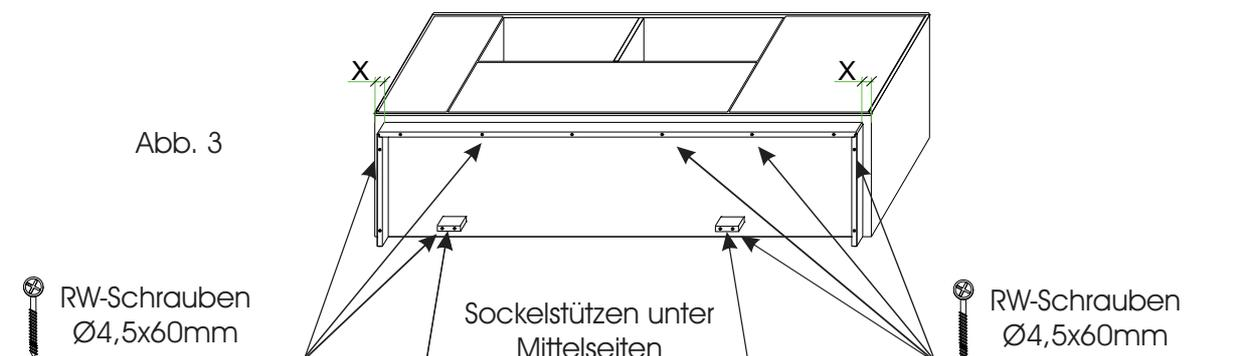

Abb. 3
5. Richten Sie den Unterbausockel mittig und mit der Hinterkante bündig aus. Verschrauben Sie den Sockel mit den Ø4,5x60mm RW-Schrauben unter dem Korpus. (Abb. 3)